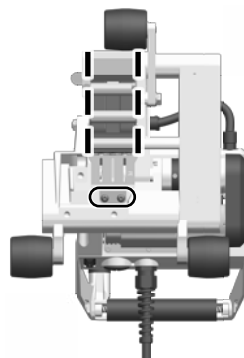

Figura 3
- Afloje ligeramente los dos tornillos del cilindro en la placa de cuña (figura 3). Los tornillos del cilindro no deben estar completamente flojos
- Alinee la **cuña calefactora (15)** de manera que esté en el centro del rodillo de **accionamiento/presión en la parte inferior (11)**.
- Vuelva a apretar los dos tornillos del cilindro en la placa de cuña (figura 3).